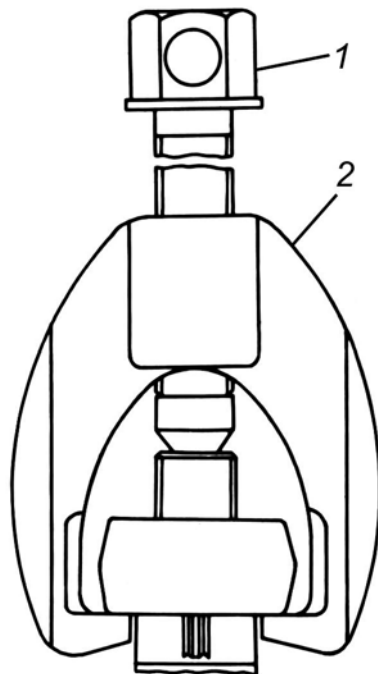

Рис. 6.3. Съемник для снятия сошки рулевого управления
- отвернуть гайку крепления сошки и снять съемником (рис. 6.3) сошку 18 (см. рис. 6.1) с вала-сектора рулевого механизма (удары по сошке и валу не допускаются);